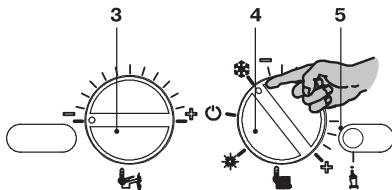
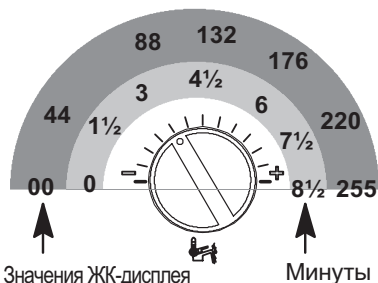

Рисунок 5.42
Рисунок 5.46
- Чтобы настроить частоту повторного включения котла, войдите в режим программирования, нажав и удерживая в течение 15 секунд кнопку сброса 5 (Рисунок 5.42), пока на ЖК-дисплее не появится параметр P01. На ЖК-дисплее последовательно отобразятся следующие символы (параметр P01 будет загораться поочередно с --- --).
- Нажмите кнопку сброса 5 (Рисунок 5.42) и пролистайте параметры до P10, предназначенного для настройки частоты повторного включения котла. На ЖК-дисплее последовательно отобразятся следующие символы (параметр P10 будет загораться поочередно с 88).
- Чтобы изменить настройку, поверните регулятор температуры воды горячего водоснабжения 3 (Рисунок 5.42) и установите его на выбранное время (см. Рисунок 5.46: регулятор установлен на повторное включение через каждые 3 минуты).
Шаг настройки регулятора 3 (Рисунок 5.46) соответствует отображаемому на ЖК-дисплее значению 44 (90 секунд). Это значение можно установить на максимум 255 (8 с половиной минут). На ЖК-дисплее при этом будут поочередно загораться P10 и 60.